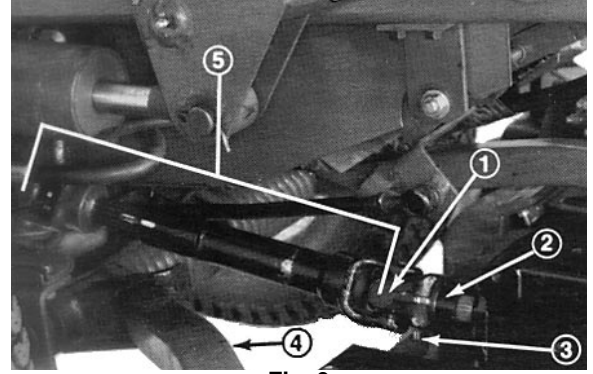

Fig. 9
3. Spingere in fuori il pernetto dal giogo e dall'albero in entrata della scatola degli ingranaggi (Fig. 9). Allentare le viti mordenti e i dadi autobloccanti, ed estrarre il giogo dall'albero in entrata. Se il trattorino sarà utilizzato senza l'apparato di taglio, spingere il pernetto fuori dal giogo all'altezza dell'albero della presa di forza, e togliere l'asse universale al completo dal trattorino.
5. Chiedere ad un assistente di spingere in giù il braccio di spinta destro mentre si tolgono le viti mordenti, le rondelle piane, le rosette di sicurezza e i dadi che fissano l'attacco del giunto sferico al braccio della ruota orientabile sull'apparato di taglio (Fig. 9). A questo punto l'assistente può lasciare, con cautela, che il braccio di spinta si sposti lentamente verso l'alto, il che rilascerà gradualmente il carico della molla.